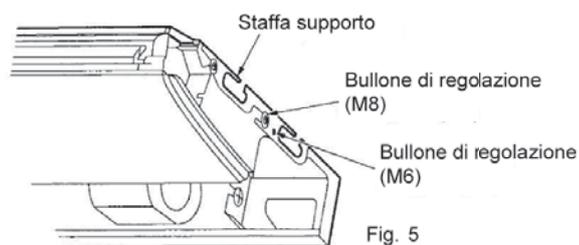

Fig. 5
- f. Avvitare saldamente le due viti-staffa (M8). (Fare riferimento alla Fig. 5)
- g. Avvitare saldamente entrambi i bulloni sulla staffa di fissaggio con gancio (M6) per impedire il movimento dell'unità interna. (Fare riferimento alla Fig. 5)